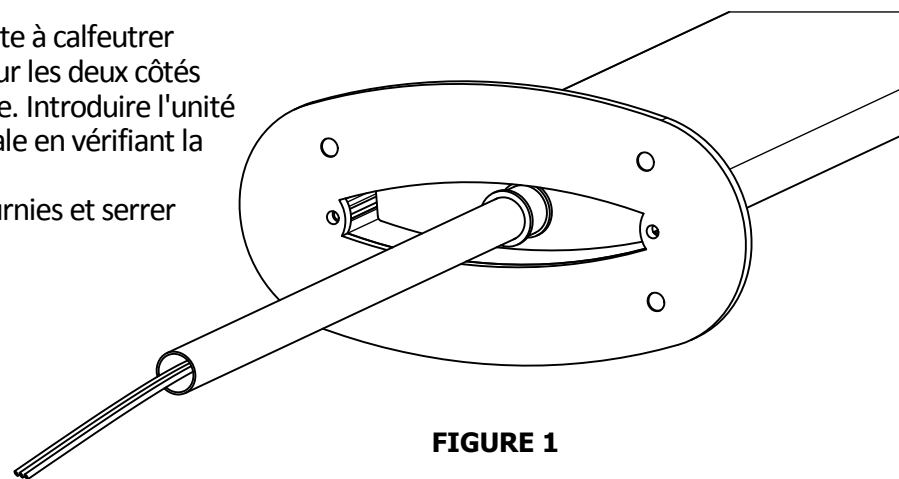

FIGURE 1
1) Se servir du gabarit fourni pour percer (4) trous servant aux chevilles d'ancrage pour béton (fournies par le client) et un trou central pour le passage d'un conduit de 3/4 po. (Les chevilles d'ancrage conviendront à des vis UNC de 3/8 po, consulter les directives du fabricant des ancrages pour le diamètre et la profondeur des trous.) Fixer les ancrés.
2) Fixer l'ensemble de conduit (fourni par le client) à la base de l'unité (suivre les directives du fabricant si disponibles ou serrer à la main plus un quart de tour) (**Figure 1**)